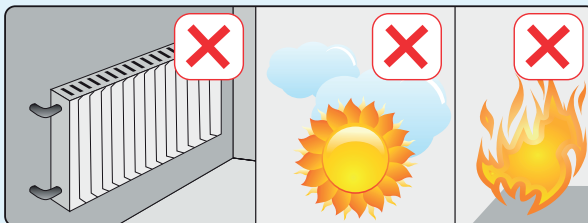

IMAGEN 4
Ponga a una distancia de fuentes de calor por lo menos (1) metro. (estufa, calentador, estufa eléctrica, etc.) (Imagen 4)